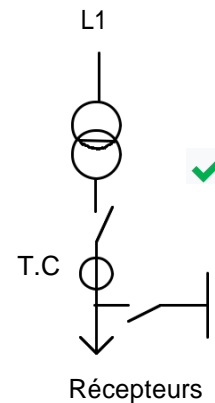

Fig.14
- **Vérifier que le T.C. est positionné sur la phase L1 de l'installation générale, en amont ou en aval de disjoncteurs générale TGBT (Fig.14).**